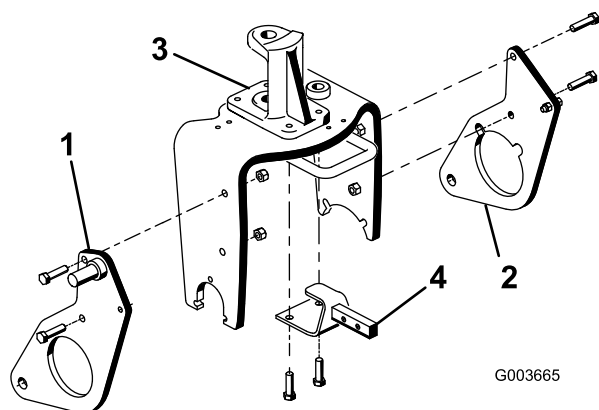

Рисунок 6
- 2 болтами (1/2 x 2 дюйма) и контргайками, как показано на Рисунок 6. Не затягивайте крепеж.
- Повторите процедуру для левой торцевой пластины (Рисунок 6).
- Снимите и удалите в отходы 2 болта крепления передней части шарнира поворотного кулака на вилке поворотного колеса (Рисунок 6).
- Используя крепежные отверстия в вилке поворотного колеса и в шарнире поворотного кулака, установите кронштейн рамы сцепного устройства на нижней стороне вилки поворотного колеса 2 болтами (1/2 x 1-3/4 дюйма) (Рисунок 6). Для образования зазора может потребоваться частично спустить шину.